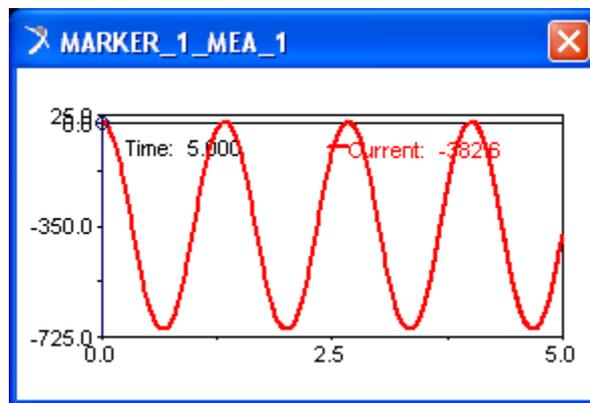

Рис. 54.
- **Create Strip Chart** – установка данного флажка обеспечивает вывод графика метки на экран рис. 54.